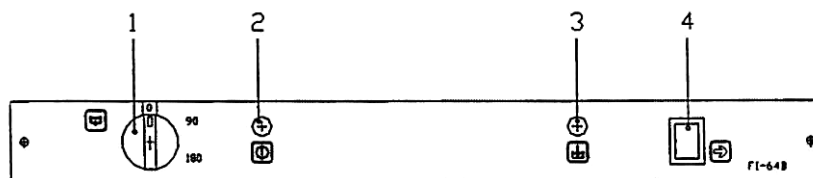
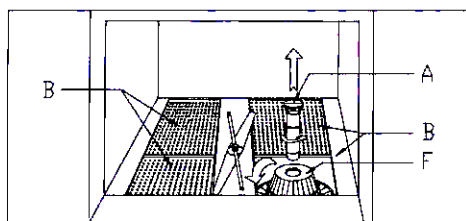

Рис. 8
Рис. 12
- После установки переключателя в положение 90° или 180° (1), (рис. 8), загорится индикаторная лампа (2). Вода для полоскания и промыва начнет поступать в машину и нагреваться.
- При включении индикаторной лампы (3) машина готова к работе.
- Запуск производится нажатием кнопки (4).
- Машина модели FI – 64 B сливает воду автоматически после каждого цикла. Для опустошения моечной емкости удалите устройство защиты от переполнения – устройство (A) (рис. 12), установите переключатель (1) в положение установки и нажмите кнопку (4) (рис. 8).
- В конце дня установите переключатель (1) в положение 0.
- Каждый день промывайте фильтры-поддоны (B) и всасывающие фильтры (F). Для этого освободите устройство защиты от переполнения (A), поверните его по часовой стрелке и приподнимите. Затем замените (F) и установите (A) на место (рис. 12).